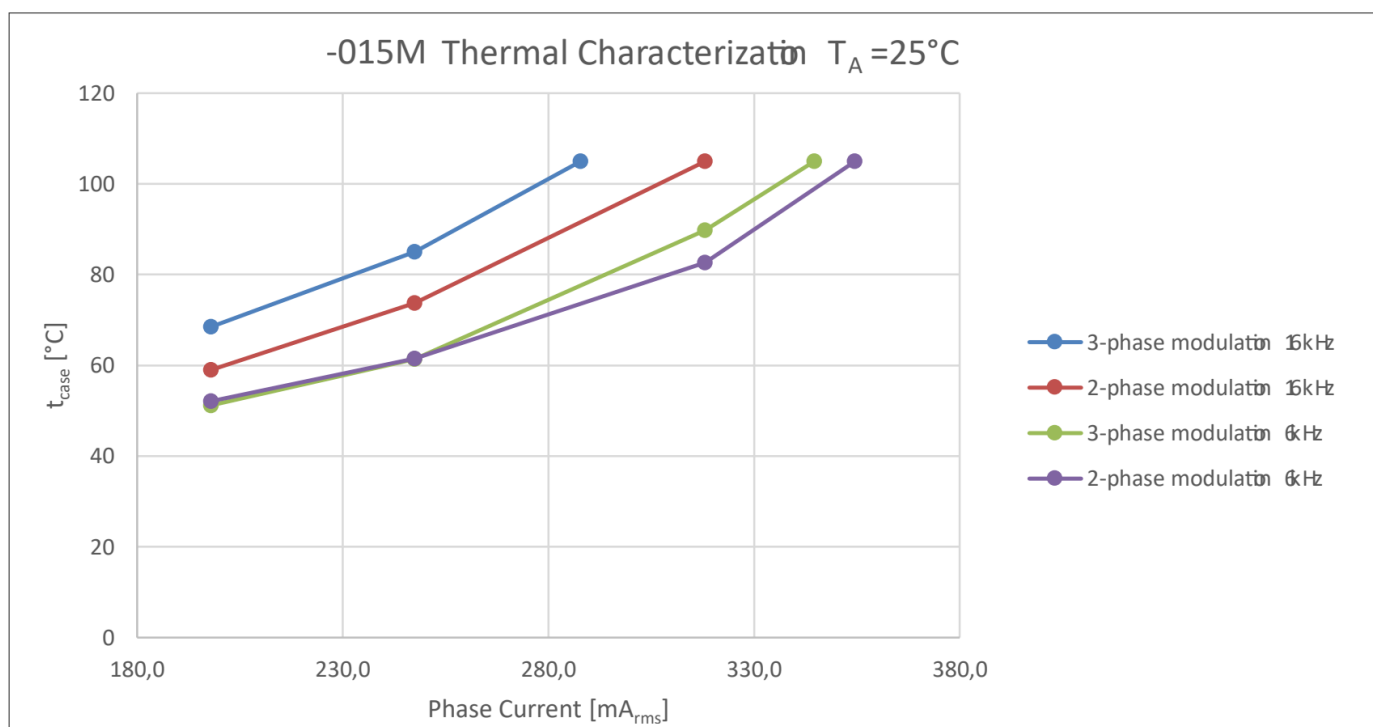
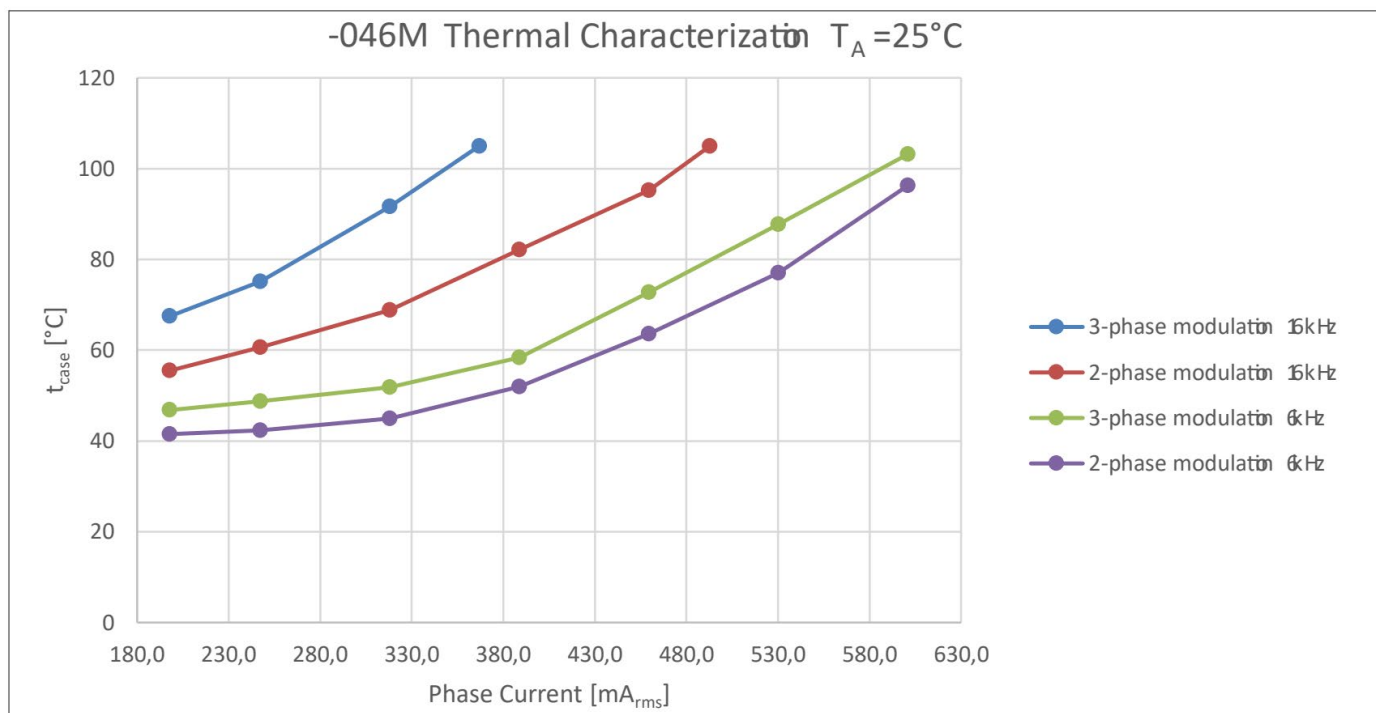
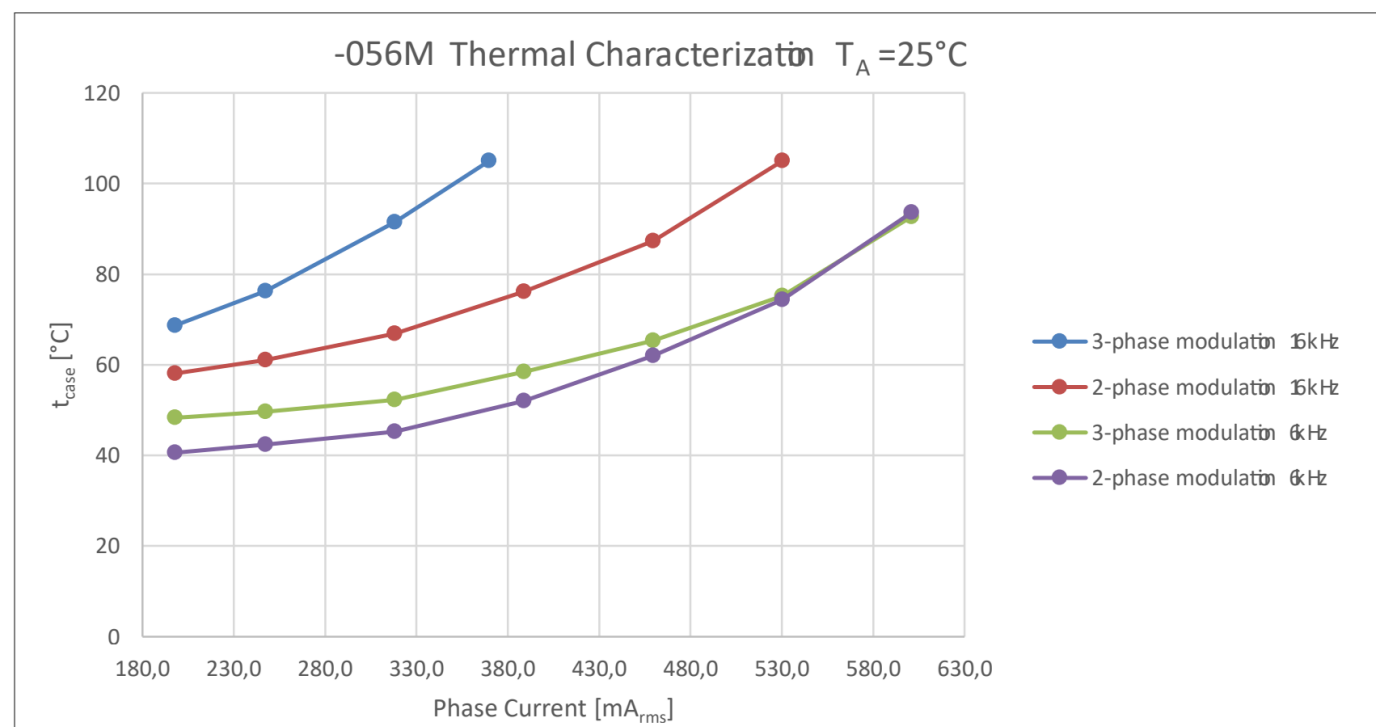

图 18 IMM100T-015M 热特性分析, $T_A = 25^\circ\text{C}$, 不同相电流值直到外壳温度达到 105°C , FR4 印刷电路板, 2 盎司铜
图 19 IMM100T-046M 热特性分析, $T_A = 25^\circ\text{C}$, 不同相电流值直到外壳温度达到 105°C , FR4 印刷电路板, 2 盎司铜
图 20 IMM100T-056M 热特性分析, $T_A = 25^\circ\text{C}$, 不同相电流值直到外壳温度达到 105°C , FR4 印刷电路板, 2 盎司铜
- 图 18, 图 19, 图 20: $T_A = 25^\circ\text{C}$